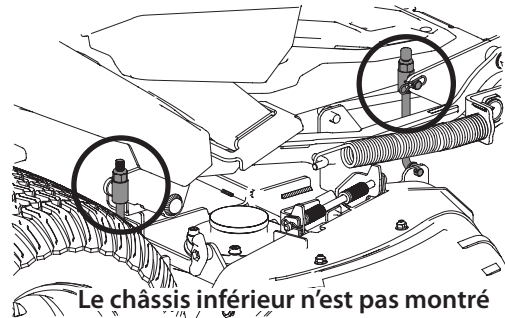

Figure 43
5. Les écrous de réglage sont sur les tiges de relevage du plateau de coupe de chaque côté de la tondeuse. Un écrou est placé sur chaque côté avant du plateau, entre la plateforme et le tube inférieur du châssis. Un écrou se trouve sur chaque côté arrière du plateau, près du devant de la roue arrière. Voir Figure 43.